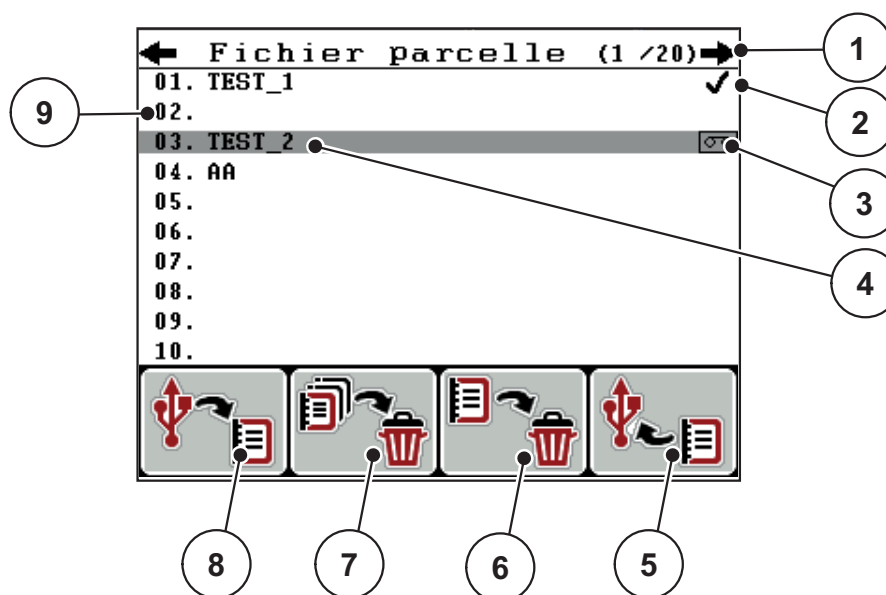

Figure 4.22 : Menu Fichier parcelle
2. Appuyer sur la touche de fonction **F1** (cf. figure 4.22).
2. Appuyer sur la touche de fonction **F4** (cf. figure 4.22).
3. Appuyer sur la touche de fonction **F3** située sous le symbole **supprimer** (cf. figure 4.22).
2. Appuyer sur la touche de fonction **F2** située sous le symbole **tout supprimer** (cf. figure 4.22).